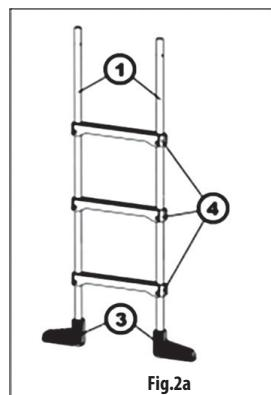
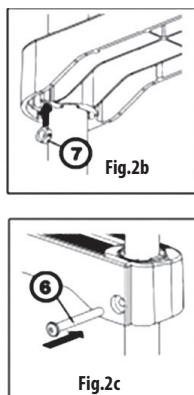
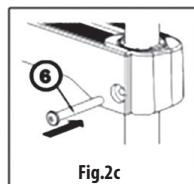

Fig.2a
Fig.2b
Fig.2c
Introduisez toutes les marches en plastique (4) sur les deux paires de tubes (**Fig. 2a**) tout en respectant la même orientation de toutes les marches. Déplacez les marches sur les tubes de façon à ce que les trous pour les vis correspondent aux trous percés dans les tubes. Introduisez dans la rainure en bas l'écrou (7) (**Fig. 2b**) et vissez la marche (6) (**Fig. 2c**).
Tryck fastsamtliga plaststeg (4) mot de båda benen (**Fig. 2a**). Se till att alla steg är riktade åt rätt håll. Flytta steg så att skruvhålen passar in med hålen på ben. Sätt muttern (7) i spår (**Fig. 2b**) underifrån på stegen och skruv ihop steg med skruvar (6) (**Fig. 2c**).